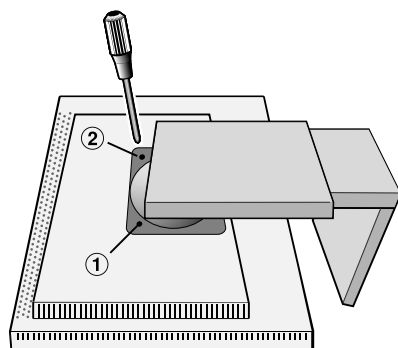

Rysunek S.1
3. Połóż monitor ekranem w dół na miękkiej powierzchni. (Połóż ekran na platformie o grubości 25 mm tak, aby podstawa była równoległa do powierzchni) (**Rysunek S.1**).